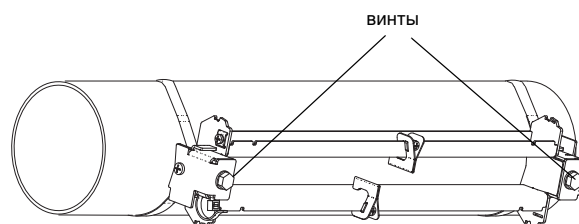

Рис. 8.37: Рельс на трубе
- Закрепите рельс на зажимах для стальной ленты с помощью винтов (смотри Рис. 8.37).